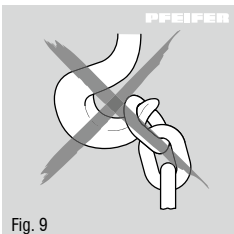

Fig. 9
- Agganciare sempre il carico al centro del gancio (fondo del gancio). Non caricare la punta del gancio. Questo vale per il gancio portacarichi superiore e per quello inferiore (Fig. 9).
- Non caricare la punta del gancio (fig. 9).
- L'uso è proibito negli ambienti a rischio di esplosione (EX)!
di commutazione deve restare nella posizione di sollevamento (su/up). Agganciare sempre il carico al centro del gancio. Non caricare la punta del gancio (fig. 9).